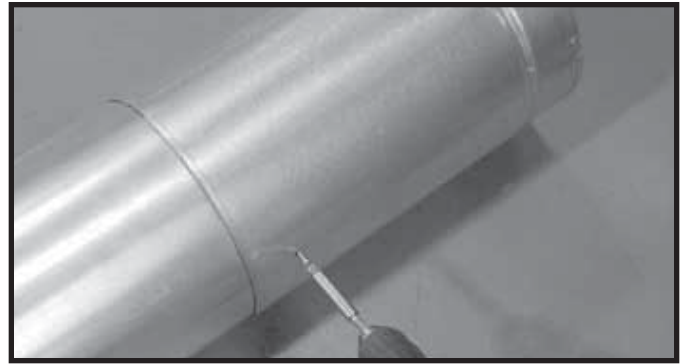

Figure 10.6 Vis de la section coulissante
- Fixer solidement le tuyau et la section coulissante à l'aide de deux vis dont la longueur maximale n'excède pas 13 mm (1/2 po), en utilisant les avant-trous de la section coulissante. Voir la Figure 10.6.